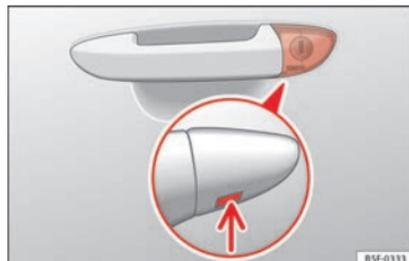

Fig. 194 Manilla de la puerta del conductor: bombín de cierre oculto.
- Introduzca el espadín en la abertura de la tapa de la maneta de la puerta del conductor desde abajo »» **fig. 194** (flecha) y eleve la tapa de abajo hacia arriba.